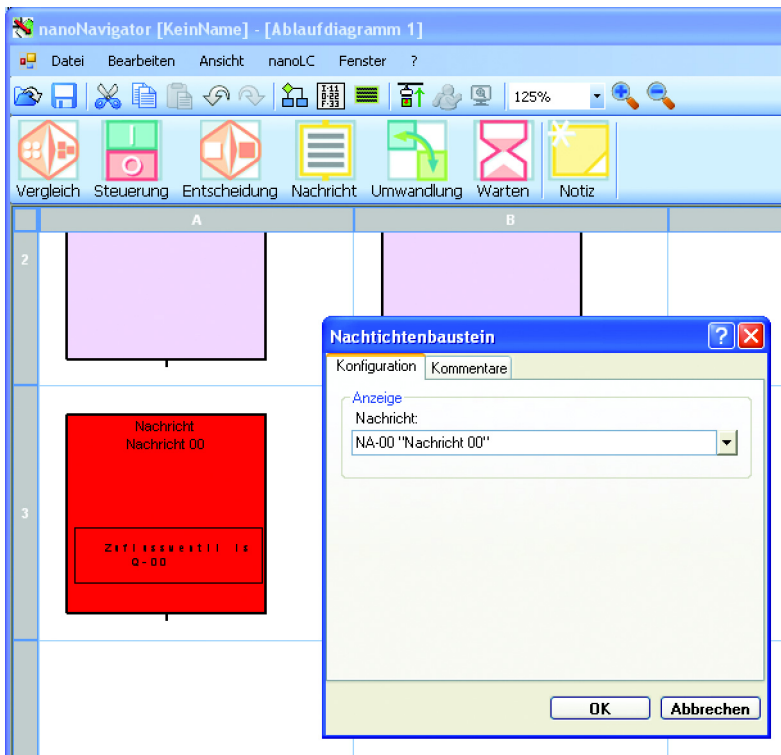

Abbildung 1-10 Dialogbox „Meldungsblock“ für Zelle A3
4. Geben Sie wie in Abbildung 1-10 gezeigt Daten in die einzelnen Felder der Dialogbox ein. Klicken Sie nach der Eingabe auf „OK“.